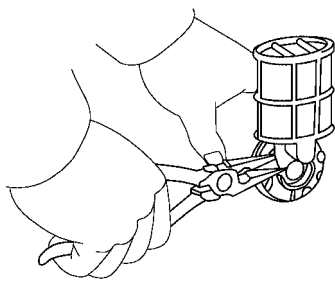

图 2-91 从输油泵拆下输油泵滤清器
- (4) 从输油泵拆下输油泵滤清器。拆下橡胶缓冲垫，拆下夹扣并拉出滤清器，如图 2-91 所示。